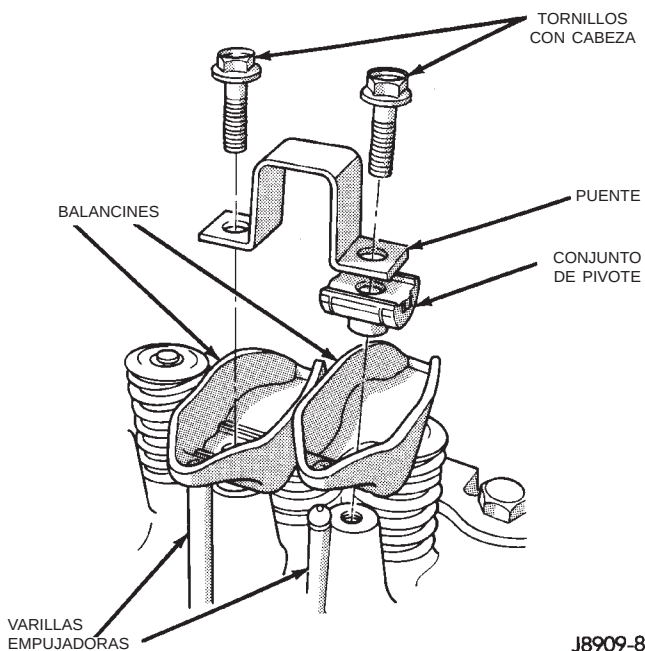

Fig. 33 Conjunto de balancín
- (1) Retire la tapa de la culata de cilindros del motor.
- (2) Verifique que ningún puente de balancín de válvula produzca desalineación entre el balancín y el extremo de la válvula.
- (3) Retire los tornillos sin tuerca de cada conjunto de puente y pivote (Fig. 33). Afloje los tornillos sin tuerca de forma alterna, una vuelta cada vez, para evitar dañar los puentes.
- (4) Retire los puentes, los pivotes y sus pares correspondientes de balancines de válvula (Fig. 33). Colóquelos sobre un banco, en el orden en que fueron retirados.
- (5) Retire las varillas empujadoras y colóquelas sobre un banco, en el mismo orden en que fueron retiradas.